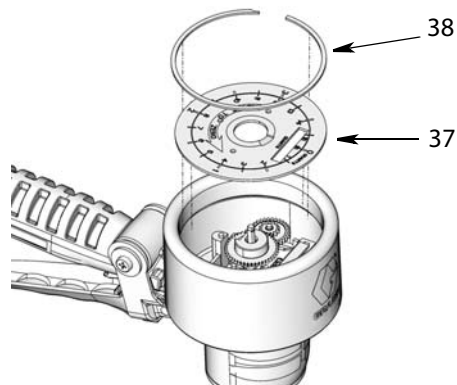

Рис. 22
3. Установите лицевую панель (37) и большое стопорное кольцо (38) (Рис. 22).